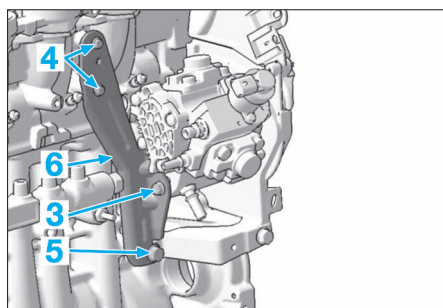

FIG. 49
- Déposer les vis (3), (4) et (5) (Fig.49).